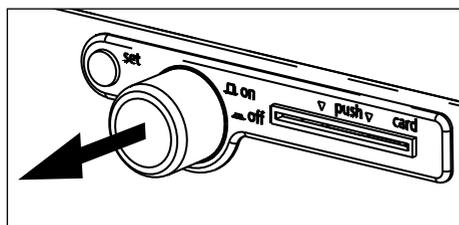

Fig. 12 Conexión de incubador refrigerado
- ▶ Conectar: presione el interruptor principal, de manera que salga del equipo (Fig. 12).
- Conecte el equipo. Para ello, presione el mando giratorio/pulsador que hay en el panel de mandos de modo que salga del equipo (véase la Fig. 12 en la página 25).